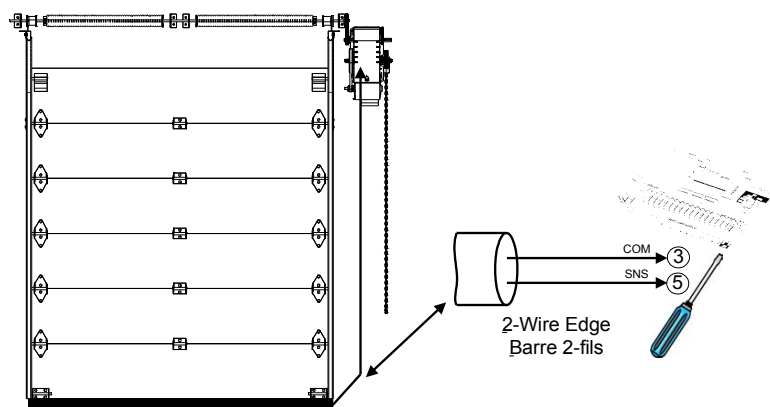

Figure 29 - Barre palpeuse électrique
3. Utiliser un ré-enrouleur de câble pour brancher les fils de la barre palpeuse aux terminaux de l'opérateur. Effectuer le branchement électrique tel qu'indiqué à la Figure 29.